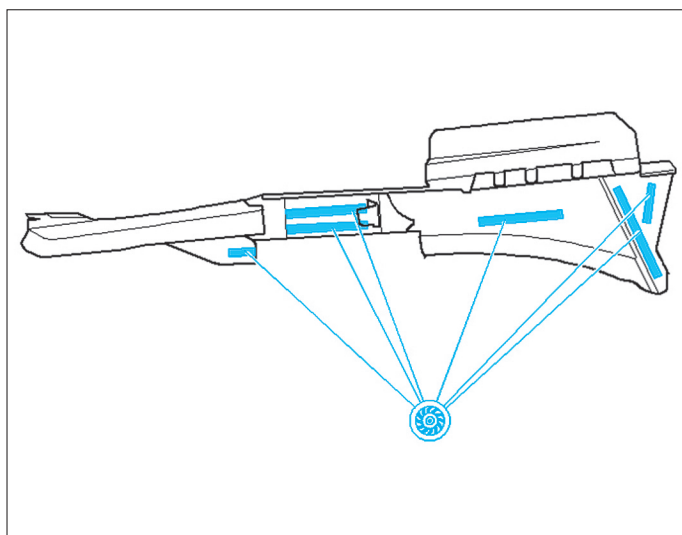

FIG. 22
- Décaper avec une meuleuse les points qui vont être assemblés par soudure (Fig.22).